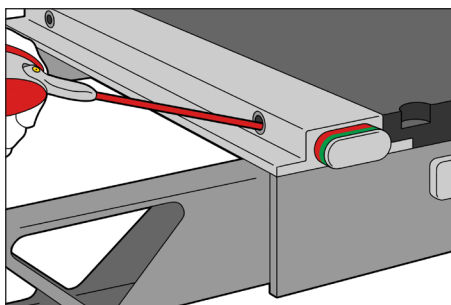

Рис. 4
4. Розпилюйте мастило в приймальні отвори. (Рис. 4)
6. Знову розпилюйте мастило в приймальні отвори. (Рис. 4)